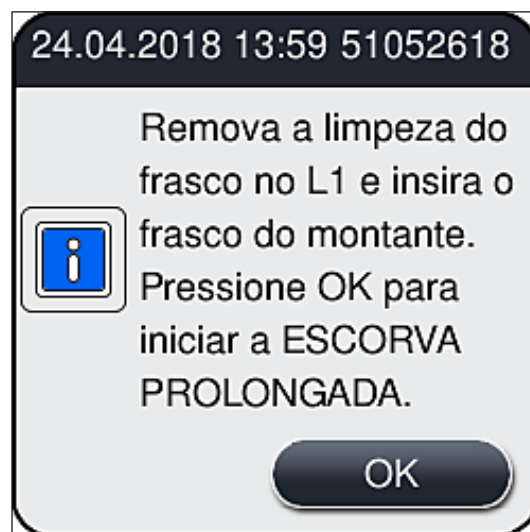

Fig. 105
- » Depois disso, o sistema pede ao usuário que remova o frasco de limpeza do aparelho e insira um novo com o montante. Após a inserção, confirme a mensagem de informações (→ Fig. 105) com **OK**. Descarte o conteúdo do frasco de limpeza de acordo com os regulamentos do laboratório.